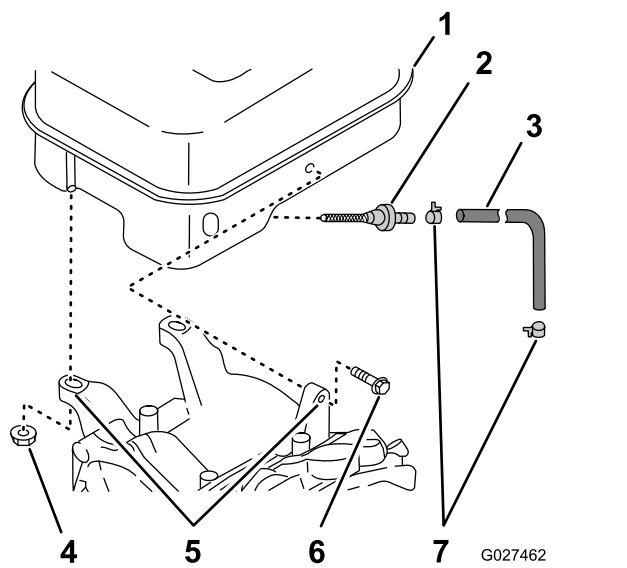
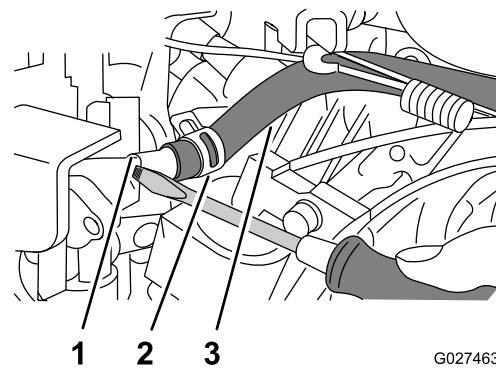
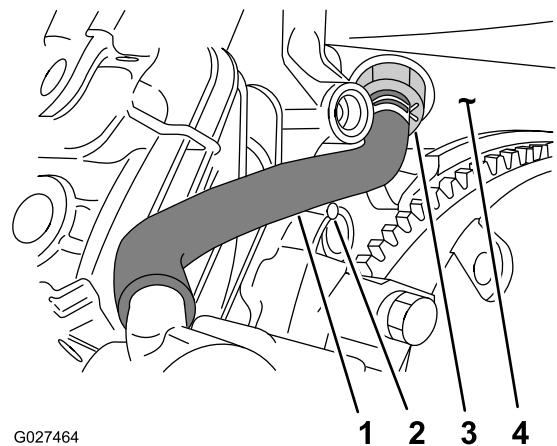

Figura 71
Figura 72
Figura 73
5. Retire los 2 pernos de 6 x 25 mm y las 2 tuercas de 8 mm que sujetan el depósito de combustible a los soportes del depósito (Figura 71).
6. Afloje la abrazadera y desconecte el tubo de combustible del acoplamiento del carburador (Figura 72).
7. Retire el depósito de combustible del cárter del motor (Figura 71 y Figura 73).
1. Afloje la abrazadera y desconecte el tubo de combustible del acoplamiento del filtro de combustible (Figura 71).
2. Gire el filtro de combustible en sentido antihorario y retírelo del depósito de combustible (Figura 71).
4. Enrosque el filtro de combustible en el depósito de combustible (Figura 71).
6. Alinee la manguera de combustible que retiró en el paso 1 sobre el acoplamiento del filtro de combustible (Figura 71 y Figura 73).
7. Sujete la manguera al acoplamiento del filtro con la abrazadera (Figura 71 y Figura 73).
2. Alinee el depósito de combustible con los soportes del depósito del motor (Figura 71).
3. Alinee la manguera de combustible que retiró en el paso 6 de Retirada del depósito de combustible \(página 62\) con el acoplamiento del carburador (Figura 72 y Figura 73).
4. Sujete la manguera al acoplamiento del carburador con la abrazadera (Figura 72).
5. Monte el depósito en los soportes del depósito del motor con los 2 pernos de 6 x 25 mm y las 2 tuercas de 8 mm (Figura 71).